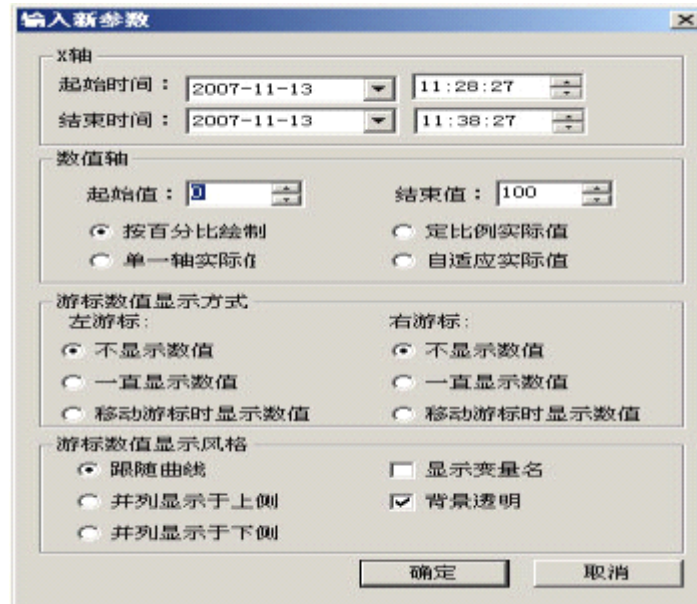

图 4.26 输入新参数
6) 设置参数：单击按钮  弹出“输入新参数”对话框，如图 4.26 所示。修改时间轴的起止时间范围和数值轴范围，以及游标的显示方式。